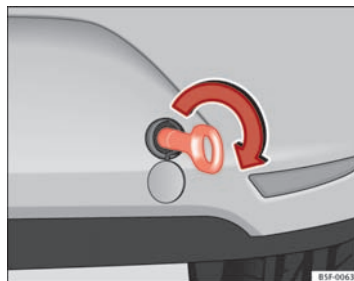

Fig. 130 Højre side af den bageste stødfanger: slæbeøjje, der er skruet i ▶
- Skru slæbebøjet helt ind i gevindet ⇒ Fig. 130, og spænd det fast med hjulnøglen.